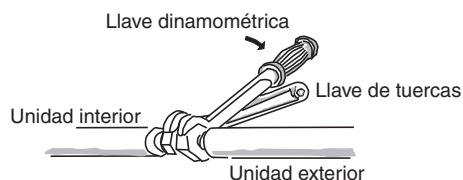

Fig. 5-6
- (2) Para apretar las tuercas abocardadas, aplique el par de torsión especificado.
- Cuando extraiga las tuercas abocardadas de las conexiones de las tuberías o cuando las apriete después de haber conectado las tuberías, asegúrese de utilizar 2 llaves ajustables o llaves inglesas. (Fig. 5-6) Si se aprietan excesivamente las tuercas abocardadas, puede dañarse la parte abocardada, lo cual puede producir fugas de refrigerante y causar heridas o asfixia a las personas que estén en la habitación.